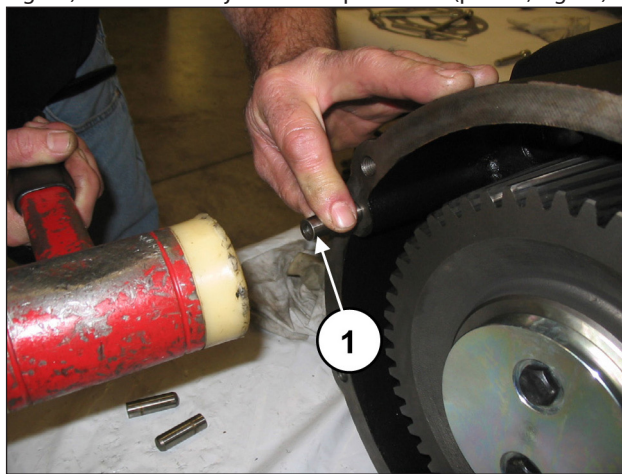
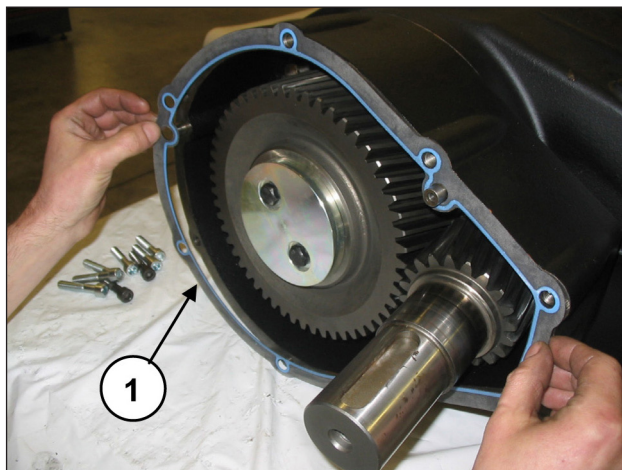

Fig. 64
Fig. 65
Colocar las 3 clavijas Ø12x40 en la caja del reductor (pos. ①, Fig. 64) e introducir la junta correspondiente (pos. ①, Fig. 65).